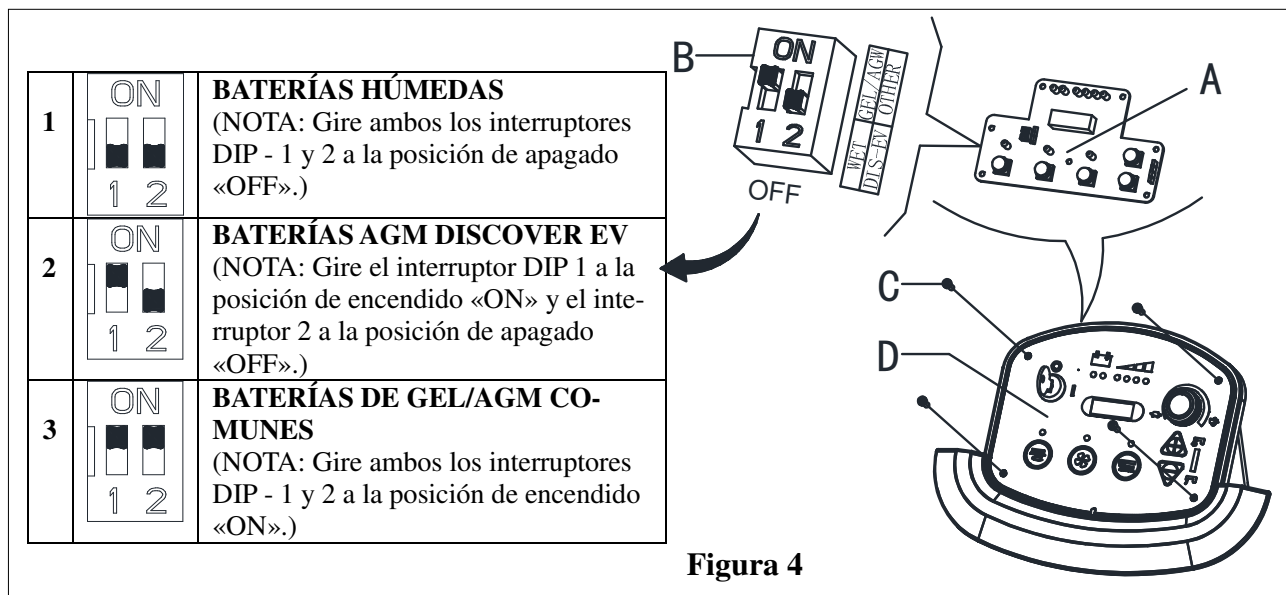

Figura 4
Al instalar las nuevas baterías por favor consulte la figura 4 para ajustar los interruptores DIP. De lo contrario las baterías podrían resultar dañadas.
- Gire la llave de ignición (35) a la posición «I» y en los primeros segundos de funcionamiento de la máquina, preste atención a lo siguiente:
- Si la primera luz de aviso verde (38) está parpadeando, la máquina está configurada para batería de GEL/AGM.
- Si la primera luz de aviso amarilla (37) está parpadeando, la máquina está configurada para batería AGM del tipo Discover EV.
- Si la primera luz de aviso roja (36) está parpadeando, la máquina está configurada para batería HÚMEDA.
- Desenrosque los tornillos en el panel de control (C, Figura 4), y a continuación gire el Tablero del panel de control (PCB) (A Figura 4) para encontrar el interruptor DIP (B, Figura 4) para configurar el tipo de batería (HÚMEDA o Discover EV AGM o GEL/AGM), (Refiérase a 1 o 2 o 3).